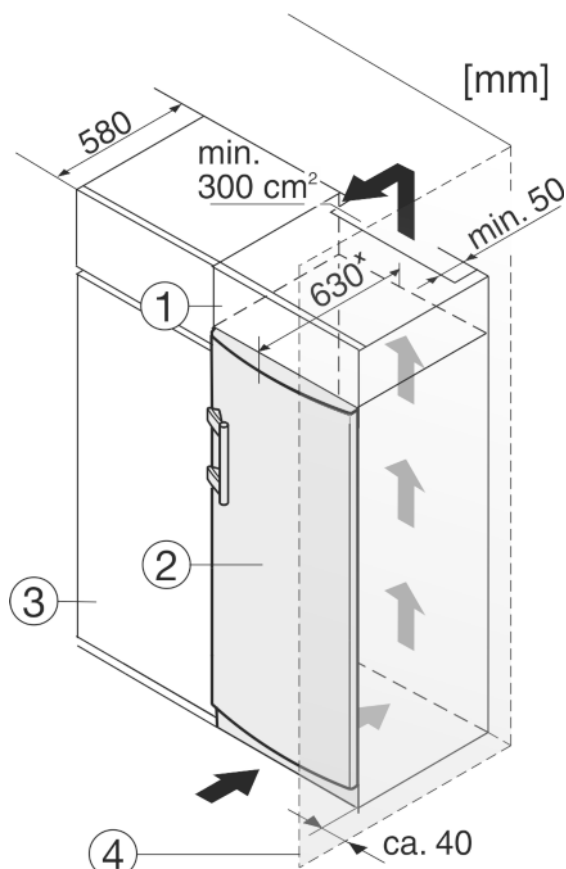

Fig. 11
- (1) Дополнительный шкафчик
- (2) Устройство
- (3) Кухонный шкаф
- (4) Стенка
Устройство может быть окружено предметами кухонной обстановки. Чтобы уравнивать устройство *Fig. 11 (2)* по высоте с кухонной стенкой, можно установить над устройством соответствующий дополнительный шкафчик *Fig. 11 (1)*.
При комбинировании с кухонными шкафами (глубина макс. 580 мм) устройство можно установить непосредственно рядом с кухонным шкафом *Fig. 11 (3)*. Устройство выступает сбоку на 34 мм* и по центру на 50 мм* относительно передней стенки кухонного шкафа.
Если устройство установлено на шарнирах у стены *Fig. 11 (4)*, то расстояние между устройством и стеной должно быть не менее 40 мм. Настолько выступает ручка при открытой дверце.